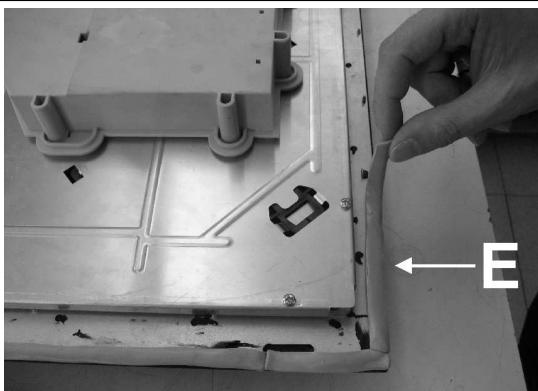

Рис. 9
- Переверните варочную панель и проложите уплотнение «Е» (рис. 9) вдоль ее края так, чтобы внешний край уплотнения был идеально параллелен внешнему краю стекла. Концы полосок должны соприкасаться, но не накладываться друг на друга.